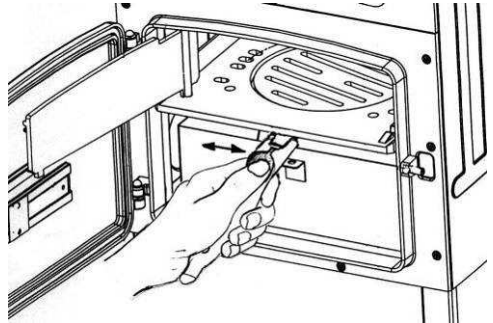

Bild 13
12. Rüttelrost (innen) (Bild 13)